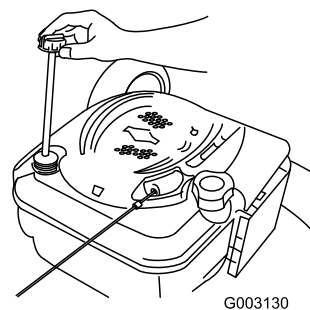

Figura 34
- Retire la varilla (Figura 34).